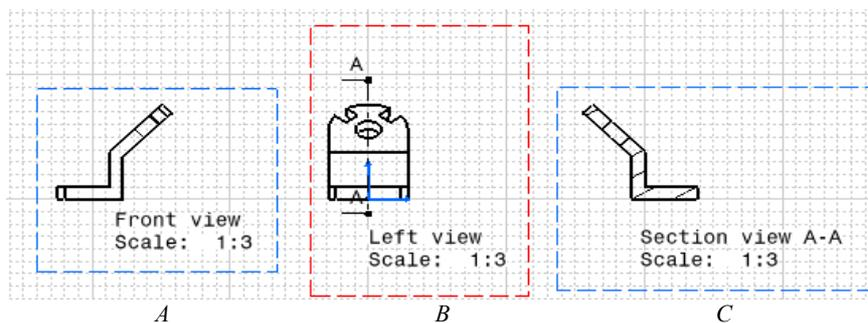

Ilustración 619: Sección de una vista ya existente.
Después de crear una o varias vistas de la pieza seleccionada, éstas se pueden utilizar para generar vistas principales, de detalle y en sección. Por ejemplo, si se ha creado una vista de proyección (B) basada en la vista de alzado (A), se puede crear una vista en corte (C) basada en esta última vista mencionada (B), como se observa en la Ilustración 619.